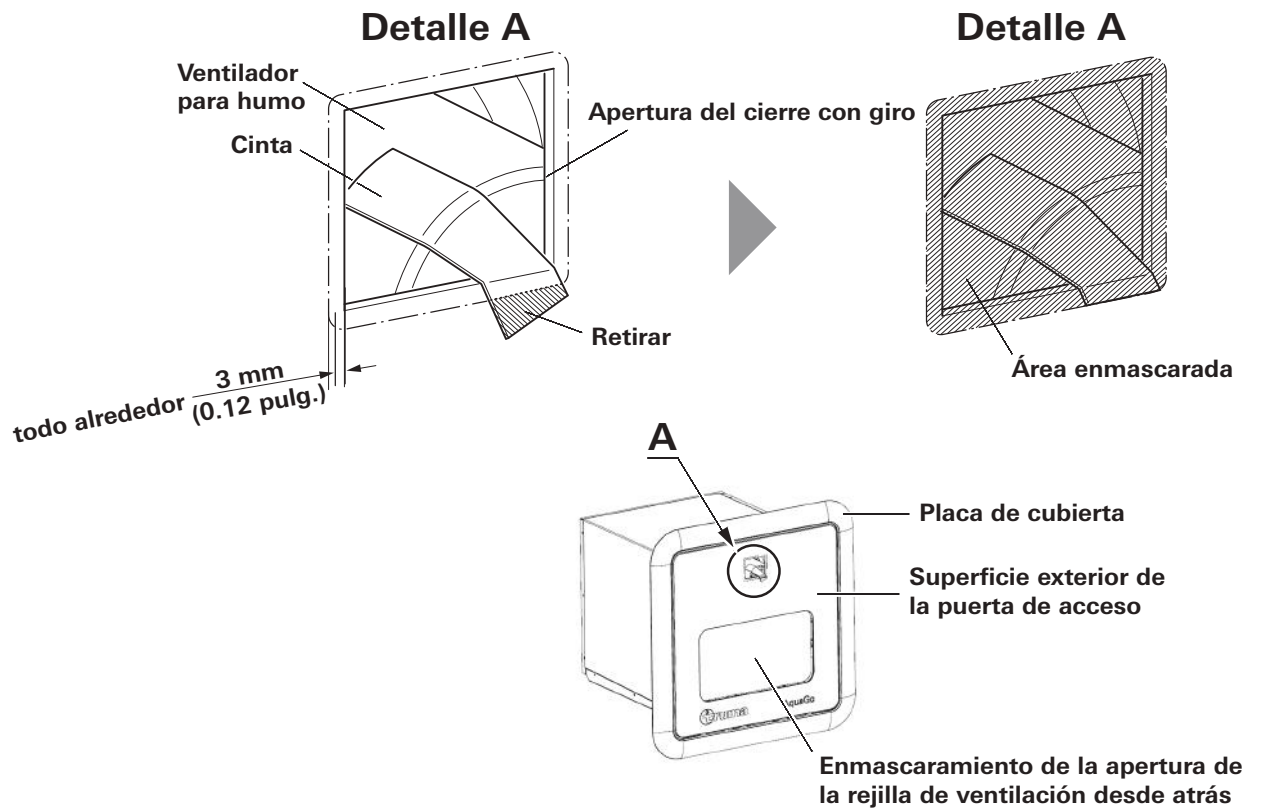

Fig. 38
Las siguientes piezas pueden pintarse (vea la Fig. 38):
- Puede hacerse con ayuda de la cinta que une el ventilador para humo y el borde de la apertura del cierre con giro (vea la Fig. 38 para este detalle).